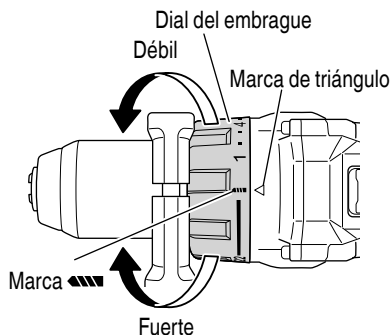

Fig. 15
<DS18DC> (Fig. 15)
(2) Indicación del par de apriete (Ver Fig. 15, 17)
(3) Ajuste del par de apriete (Ver Fig. 15, 17)